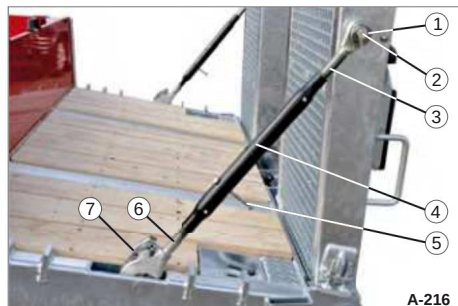

Fig. 54 Oversigt over sikkerhedsstang 1
• Placer hele sikkerhedskopien stang (fig. 54/4) sikkert mod skader